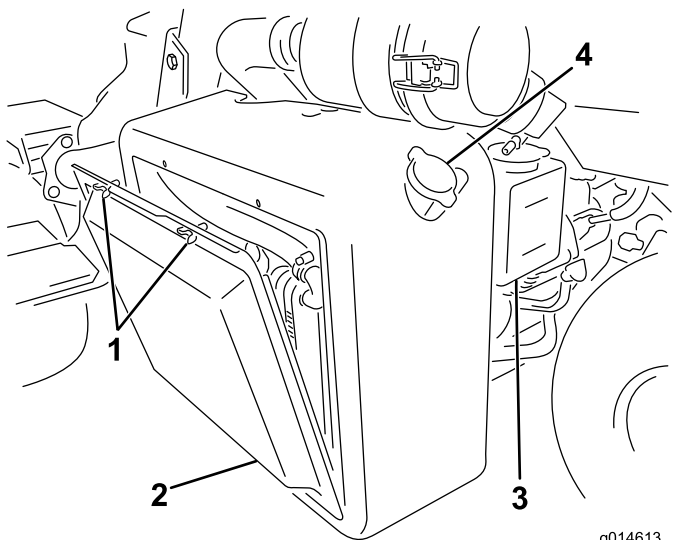
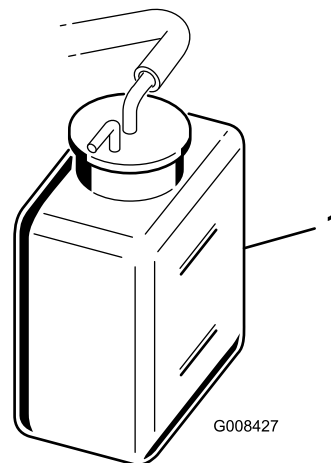

Bild 41
Bild 42
1. Entfernen Sie das Gitter (Bild 41).
2. Prüfen Sie den Kühlmittelstand (Bild 41 und Bild 42).